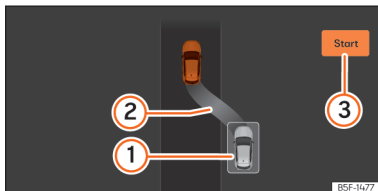

Fig. 156 No ecrã do painel de instrumentos: sair do estacionamento de um lugar em paralelo.
- Retroceda até soar o sinal contínuo do ParkPilot; **OU**: faça marcha-atrás até aparecer a indicação de fazer marcha à frente no ecrã do painel de instrumentos. A barra de progresso »» **Fig. 156 ③** indica a distância a percorrer.